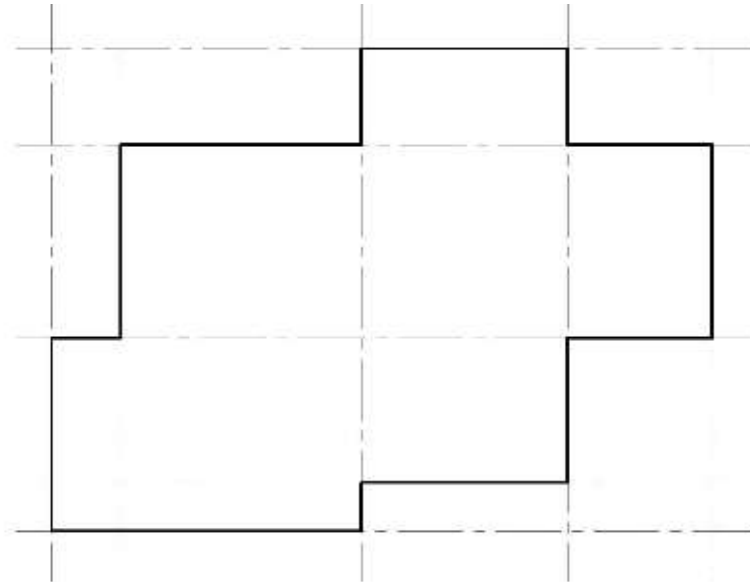

Рисунок 8.4 – Построение вспомогательного контура
1. Установить текущий слой «Стены». Вычертить командой «Полилиния» вспомогательный контур наружных стен по координационным осям без скругленных и наклонных участков (рисунок 8.4).